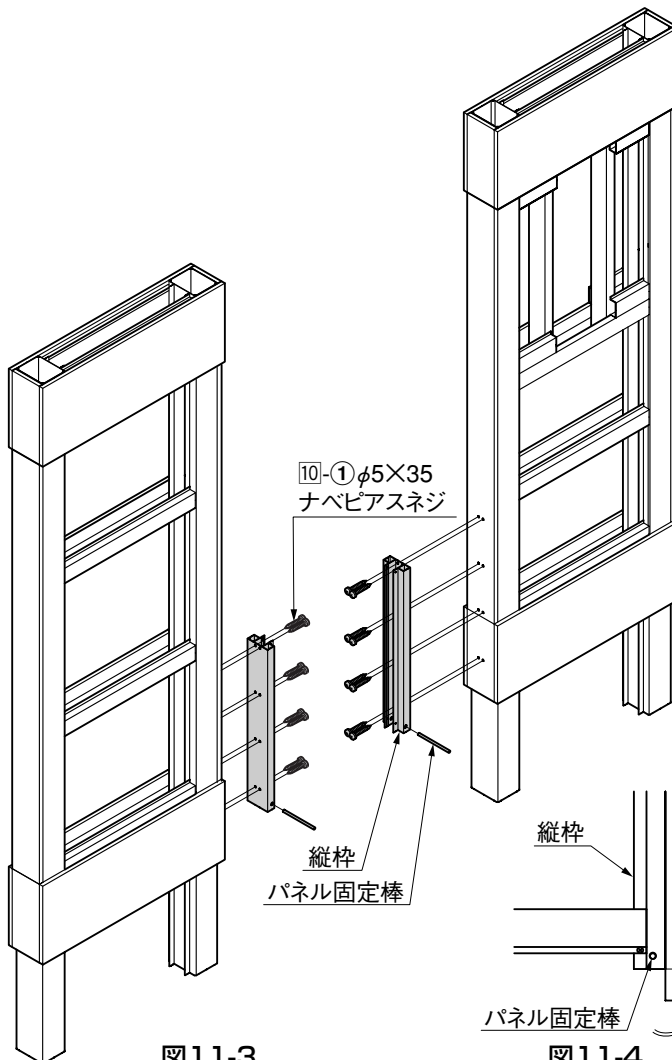
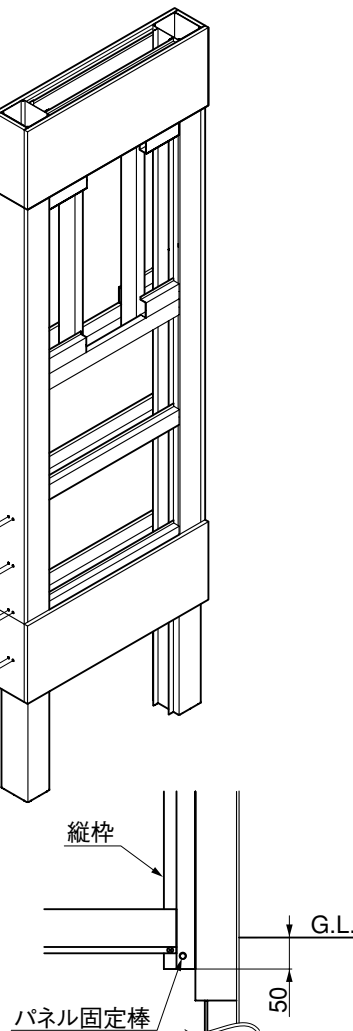

図11-3
図11-4
- ② パネル固定棒を縦枠に差込みSAボードに⑩-①で取付けてください。(図11-3、図11-4参照)